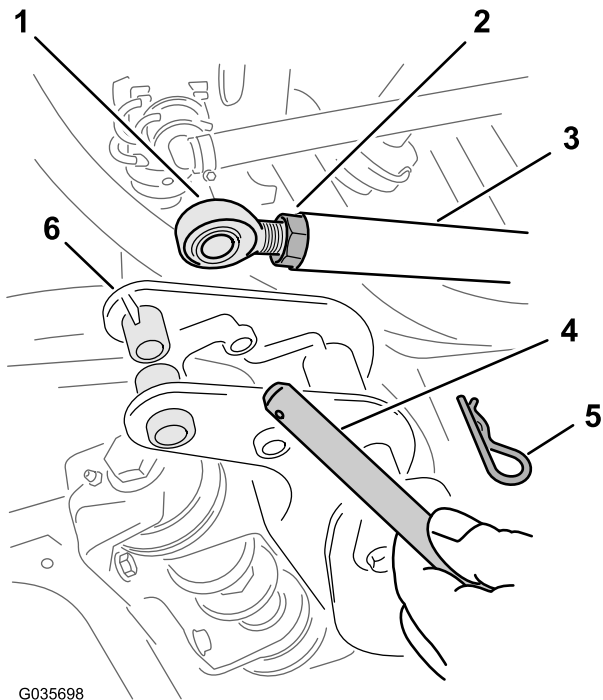

Figura 7
2. En los soportes de giro de las secciones de brazo exteriores, retire la chaveta y el pasador de horquilla que sujetan el extremo de la varilla del cilindro de elevación al soporte de giro (Figura 7).
5. Afloje las contratuercas de los extremos de la varilla de cada cilindro de elevación (Figura 7).
6. Ajuste el extremo de la varilla de los extremos de los cilindros de elevación hasta que los orificios en la varilla queden alineados con los orificios en los soportes de giro de las secciones de brazo (Figura 7).
8. Sujete los pasadores de chaveta en los soportes de giro con las chavetas (Figura 7) que retiró en el paso 2.
9. Apriete la contratuerca de cada varilla hasta que las tuercas queden apretadas (Figura 7).